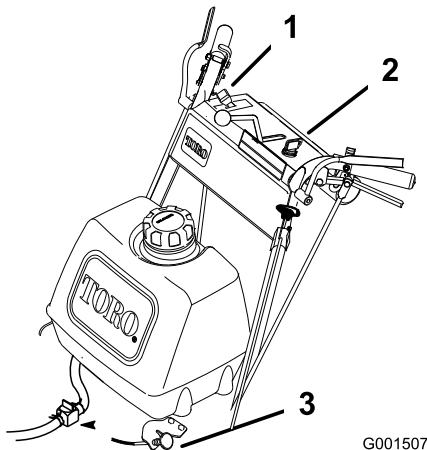

Figura 10
11. Mueva el mando del estérter a la posición de desconectado a medida que el motor se caliente (Figura 10).
2. Mueva la palanca del acelerador a lento (Figura 10).